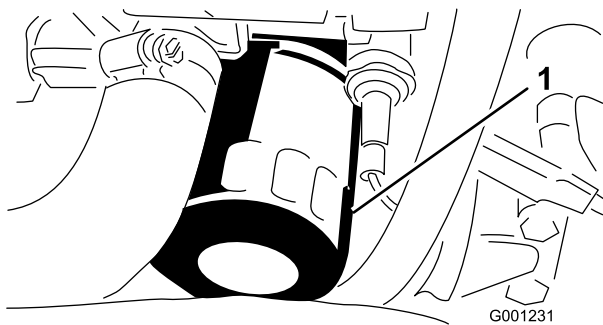

Figura 51
6. Retire el filtro de aceite e instale uno nuevo (Figura 51).